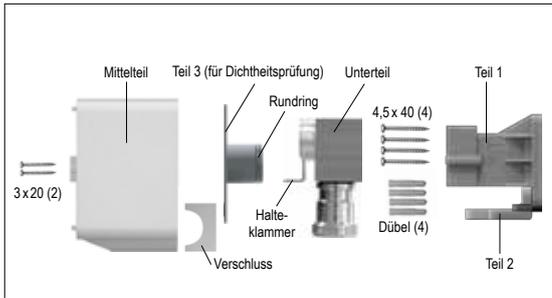

Abb. 3: Packung 2
- Aufputz (s. Abb. 3): 1 Mittelteil (inkl. Verschluss), 1 Unterteil, 1 Montagedose (3-teilig), 6 Schrauben, 4 Dübel